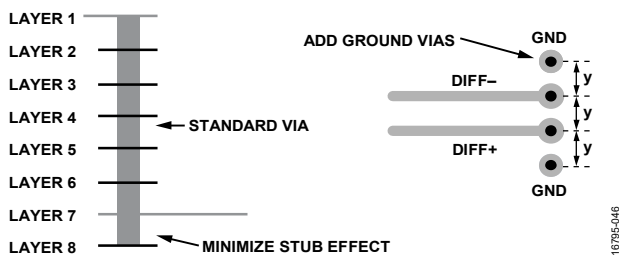

図 96. スタブ効果を最小限に抑え、差動ストリップライン・パターンにグラウンド・ビアを追加
- 標準ビアを使う場合は、ビアの最大長を使ってスタブ・サイズを小さくします。例えば、8層ボードの場合は7層目をストリップライン・ペア用に使います（図 96 参照）。
- 各ビア・ペアには、インピーダンスの不連続性を最小限に抑えるために、その隣にグラウンド・ビアのペアを配置します（図 96 参照）。